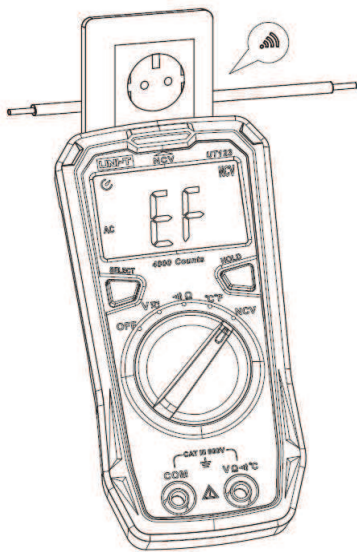

Рисунок 3
**4.5 Бесконтактное измерение электрического поля переменного тока (NCV) (Рисунок 3).**